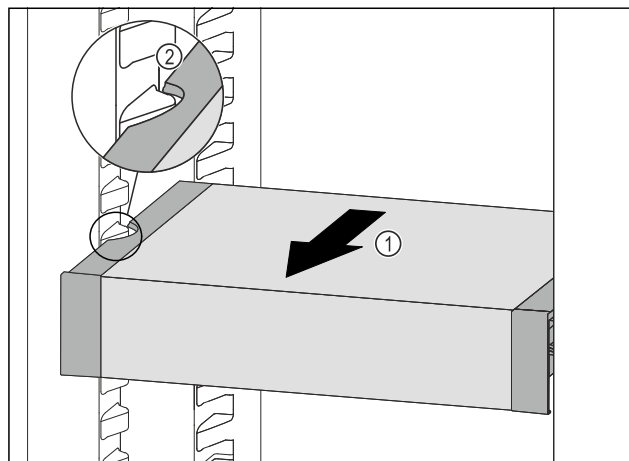

Fig. 132
- ▶ Trekk VarioSafe forover Fig. 132 (1), til utsparingene på sidene av VarioSafe er på nivå med rillene i kjøleskapet. Fig. 132 (2)